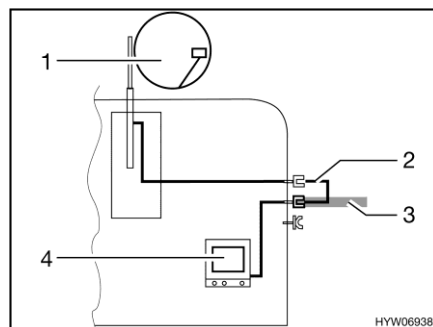

Fig. 202 TV dans le véhicule
- TV dans le véhicule (Fig. 202,4) : Raccord à l'antenne sur le toit (Fig. 202,1) avec câble d'alimentation (Fig. 202,2)
- TV dans le véhicule (Fig. 202,4) : Raccord à l'antenne extérieure (Fig. 202,3)